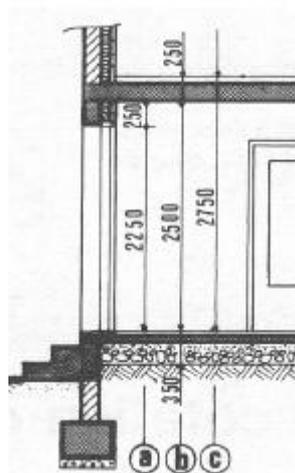

Figure 15 : Lignes de cotes verticales
3.2.3.1. Lignes de cotes verticales (Figure 15)